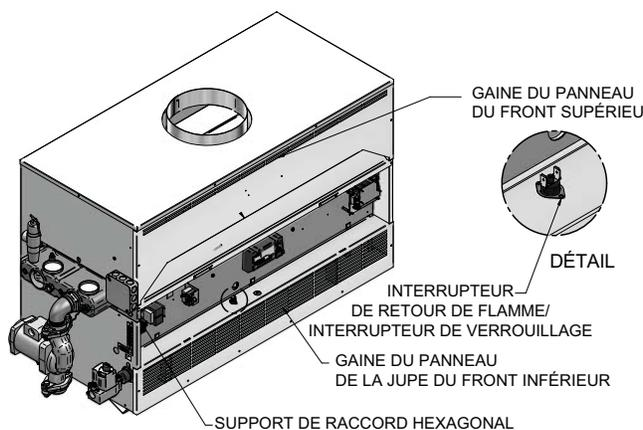

Figure 8-2 Collecteur externe et le support de raccord hexagonal
- d. Enlevez le collecteur externe (Fig. 8-2).
- g. Déconnectez le câblage de l'interrupteur de retour de flamme/de verrouillage, voir Fig. 8-2, page 63.
- r. Enlevez l'échangeur thermique du support de raccord hexagonal (Fig. 8-2)